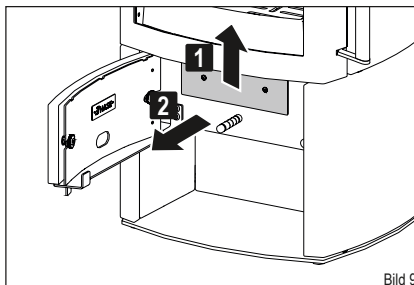

Bild 9
- ▶ Ziehen Sie den Aschebehälter an der Abdeckung aus der Öffnung heraus (Bild 9).